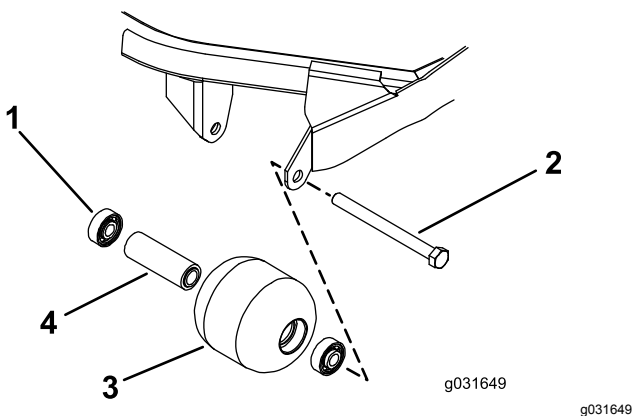

图 73
1. 卸下滚筒安装螺栓图 73。
4. 检查滚筒壳体、轴承以及轴承隔块是否受损(图 73)。
1. 仅按住外圈或同时按住内、外圈将第一个轴承按入滚筒壳体图 73。
2. 插入隔片图 73。
3. 仅按住外圈或同时按住内、外圈将第二个轴承按入滚筒壳体直至其触及隔块图 73。